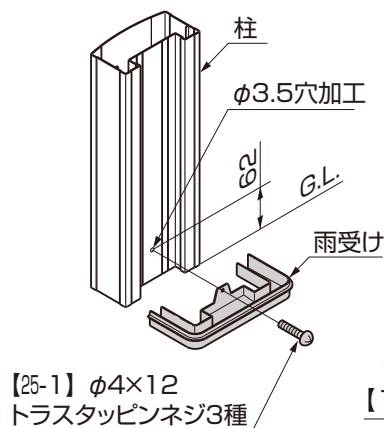

図11-5
⑥柱のG.L.から62mmの位置にφ3.5の穴をあけて、雨受けを【25-1】で取付けてください。（図11-5参照）
（図11-5参照）